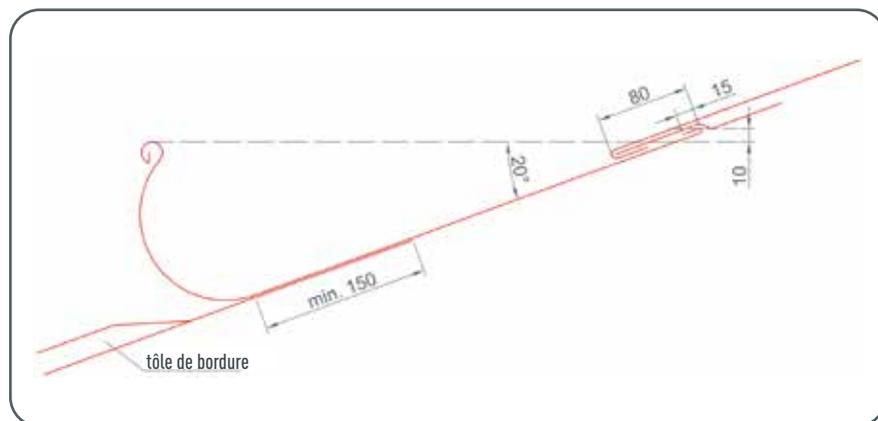

Figure 4 • Pente de toit minimum pour la gouttière havraise PREFA
- Rivetez la gouttière en posant en croix des rivets brevetés 4 x 9,5 mm (Fig. 4).
- Réalisez l'étanchéité avec du silicone spécial PREFA ou de la colle spéciale PREFA (Fig. 4).
- Appuyez le fond de gouttière à coller sur la gouttière de manière à ce que le bord de coupe ne soit plus visible (Fig. 4).
- Accrochez la naissance de gouttière (Fig. 4).
- Faites chevaucher les gouttières sur environ 80 mm et emboîtez-les, puis posez un rivet sur le boudin de la gouttière (Fig. 4).
- Fermez le repli arrière de la gouttière carrée (Fig. 4).
- Le rabat arrière doit être ouvert sur 80 mm environ à l'aide d'une pince à plier (Fig. 4).
- Posez le joint de dilatation de la gouttière carrée et fermez le repli arrière (Fig. 4).
- Emboîtez la naissance de gouttière carrée sur l'arrière de la gouttière (Fig. 4).
Il faut veiller à ce que le rabat de la gouttière côté toit se trouve 10 mm plus haut que l'avant de la gouttière havraise. Grâce à cela, la gouttière havraise PREFA bénéficiera d'une pente de toit minimum de 20° (voir Fig. 4).
- Fixez le rabat au moyen de pattes (Fig. 4).
- Appliquez un cordon de colle spéciale PREFA d'environ 8 mm d'épaisseur à environ 50 mm de l'extrémité de la gouttière (Fig. 4).
- Appliquez un cordon de colle spéciale PREFA d'environ 8 mm d'épaisseur (Fig. 4).
- Mettez en place le fond de gouttière havraise et fixez-le sur le boudin de gouttière et au centre de la surface d'appui (dans le sens des chevrons) à l'aide de rivets (Fig. 4).
- Réglez la console pour collier en fonction de l'épaisseur d'isolation et fixez-la avec le rivet (Ø 4 mm) fourni (Fig. 4).
- Glissez le cache sur le goujon de collier et collez-le sur la façade à l'aide d'une colle spéciale, de façon à protéger la façade contre la pluie battante (Fig. 4).